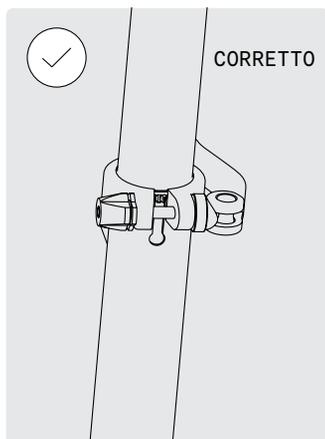

FIG. 34
- Fare attenzione a non estrarre il canotto sella dal tubo piantone sella oltre il segno MIN/MAX (fig. 34, 35).